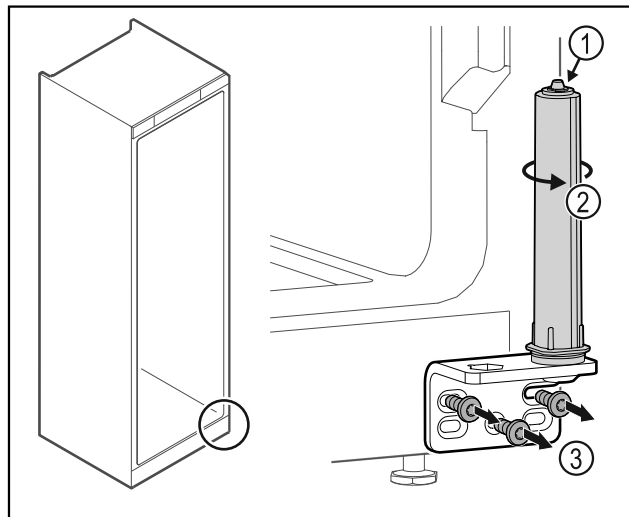

Fig. 32
- ▶ Ne szedje szét az ajtó zárrendszerét Fig. 32 (1).
- ▶ Forgassa el a zárrendszert Fig. 32 (2), amíg az be nem kattann.
- ▶ Csavarozza le a csuklópántot Fig. 32 (3).